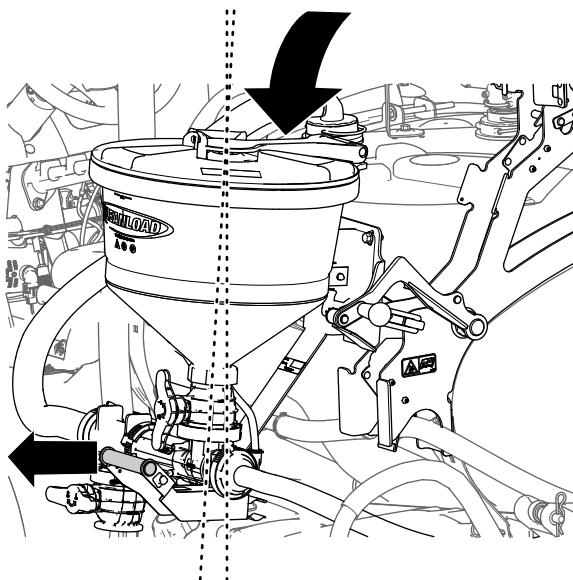

**Bild 38**
3. Ziehen Sie den Ejektorgriff nach außen und unten, bis der Haken des Riegels an der Innenseite der Rückplatte nicht mehr die Verriegelungsstange des Hauptstützrahmens berührt (Bild 38).
3. Üben Sie auf die Griffe oben an der Wiege Druck aus, bis der Haken des Riegels hinter der Verriegelungsstange des Hauptstützrahmens ausgefluchtet ist (Bild 38).